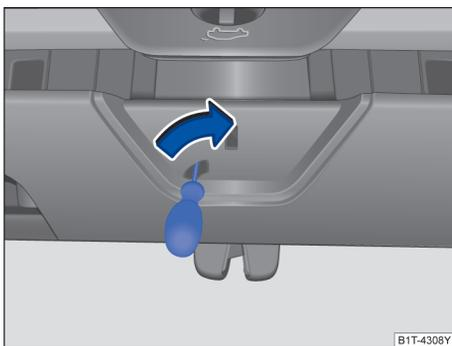

图 69 行李厢盖应急解锁
- 用长型工具（例如：螺丝刀等）插入行李厢盖的开口中 → 图 69，沿箭头方向按压行李厢盖应急解锁按钮，同时将行李厢盖向外推，直到其展开。